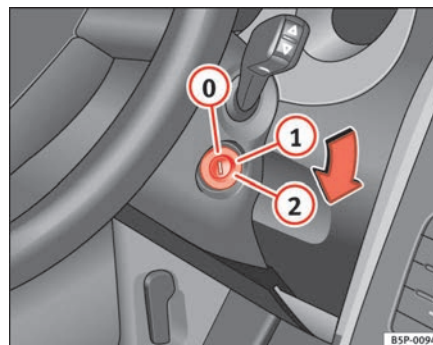

Fig. 100 Posiciones de la llave de contacto
En esta posición ⇒ **fig. 100** el encendido y el motor están desconectados pudiéndose bloquear la dirección.
- Gire la llave de contacto hasta la posición ⇒ **página 141, fig. 100** ①. El testigo  se encenderá en caso de precalentamiento del motor.
- En cuanto se apague el testigo, gire la llave de encendido a la posición ② para poner en marcha el motor y no pise el acelerador.
- Gire la llave de contacto a la posición ⇒ **página 141, fig. 100** .